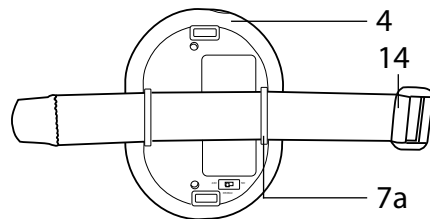

Abb. 1
1. Reinigen Sie den Temperaturfühler (15) vor dem ersten Gebrauch, wie unter „Reinigung und Reparatur“ beschrieben.
3. Führen Sie das Klettband (14) durch die Öffnungen für das Klettband (7a) und befestigen Sie dieses an der Basisstation (4) (Abb. 1).